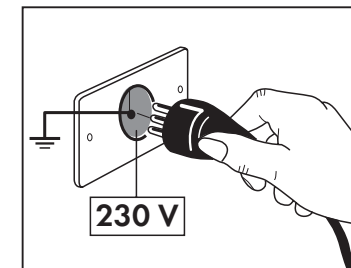

Abb. 1
- Die elektrische Anlage muss laut den geltenden Vorschriften geerdet und mit einem Schutzsicherungsapparat versehen sein (230 V 50/60 Hz) (Abb. 1)